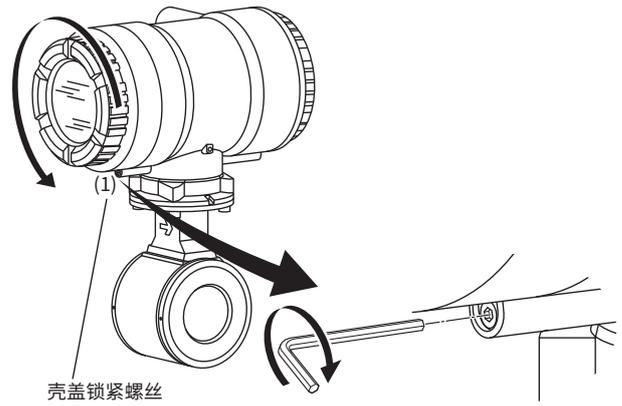
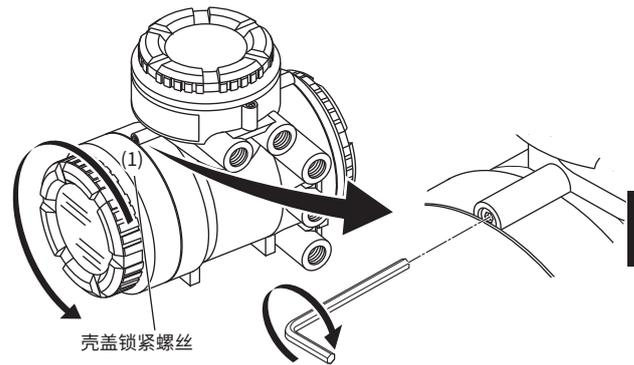

图3.6.1 取下显示器壳盖(一体型流量计)
图3.6.2 取下显示壳盖(AXG4A分体型变送器)
- 用扳手沿顺时针方向拧松壳盖锁紧螺丝(1)(参阅图3.6.1和图3.6.2), 打开壳盖。从制造厂发货时, 壳盖是锁紧的。手持流量计, 沿逆时针方向旋转, 取下壳盖。
**(3) 安装壳盖**
- 使用六角扳手(标称尺寸3)逆时针方向拧紧壳盖锁紧螺丝(1)(参阅图3.6.1和图3.6.2), 锁紧壳盖。